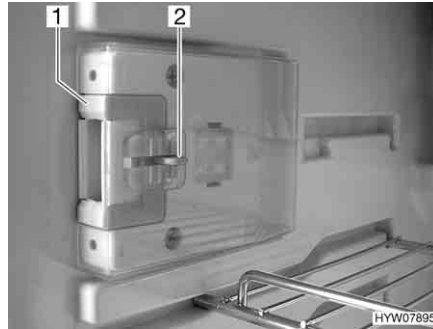
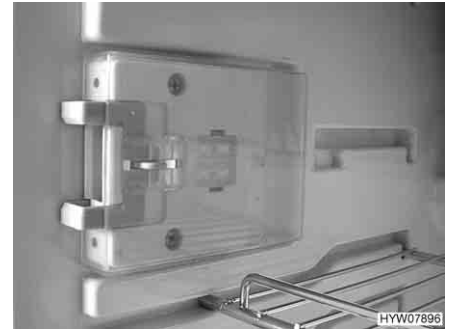

Bild 233 Låsanordning i normalläge
Bild 234 Låsanordning i ventilationsläge
- Tryck in frigöringen (Bild 233,2).
- Skjut låsanordningen (Bild 233,1) framåt (Bild 234).